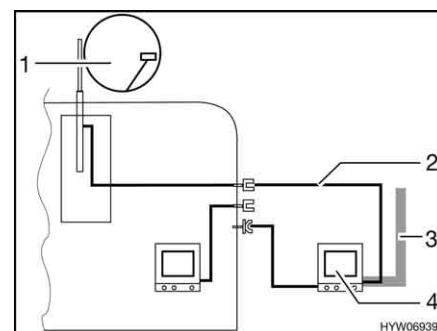

Bild 130 TV i förtältet
- TV i förtältet (Bild 130,4): Anslutning till takantenn (Bild 130,1) med anslutningskabel (Bild 130,2)
- TV i förtältet (Bild 130,4): Anslutning till extern antenn (Bild 130,3)